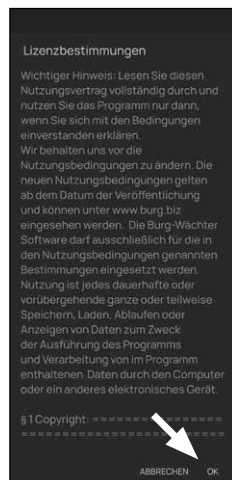

Abb. 2
- 2 Beim ersten Öffnen der App werden Ihnen Lizenzbestimmungen für die Nutzung der App angezeigt. Lesen Sie sich diese bitte durch und bestätigen Sie sie unten rechts mit „OK“ (Abb. 2).